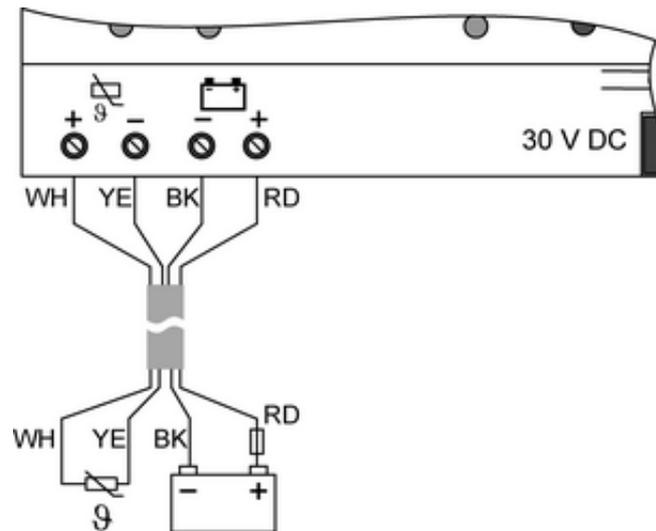

Figura 3: Collegamento di una batteria ricaricabile con capacità &gt; 5 Ah a un set di cavi a 4 fili
**Collegamento di una batteria ricaricabile con capacità > 5 Ah (figura 3)**